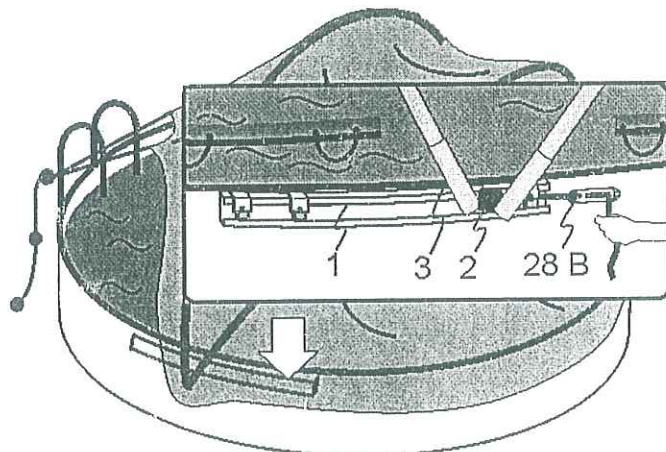

Abb. 7.3
- Das Seil (4) am Schieber (2) an dem Spanner (28/B) einklemmen um ein Verrutschen des Schiebers (2) während des Aufziehens zu verhindern. (Abb. 7.3)
- Mit dem Zugseil (18) den Dome aufziehen und das Zugseil an die Einstiegsleiter anhaken.